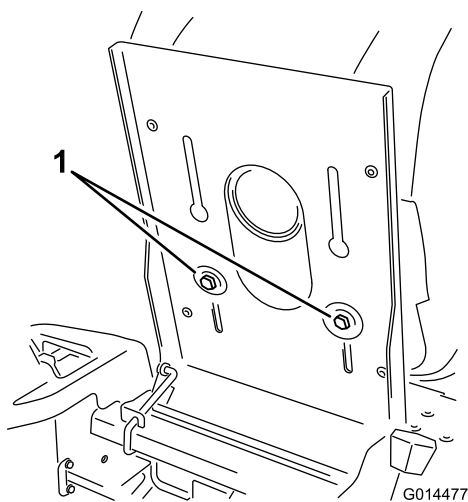

Figura 21
1. Alzate il sedile e allentate i bulloni di regolazione appena a sufficienza per poter muovere il sedile (Figura 21).